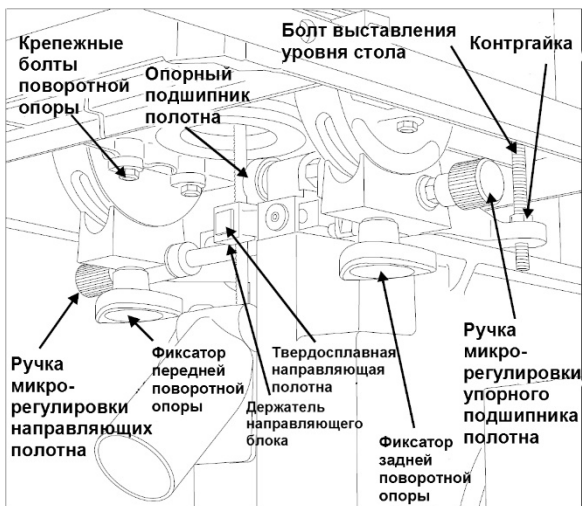

Рисунок 12. Узел нижней направляющей. Вид сзади.
11. Когда все зафиксировано, посмотрите на указатель угловой шкалы. Он должен быть точно на нуле. (Рис. 12). Если нет, ослабьте винт указателя, установите указатель на ноль и затяните винт, крепко удерживая указатель в положении ноль.
3. Если расстояние от обоих концов пазы не идентично, ослабьте шесть болтов, прикрепляющих стол к угловым опорам. (см. Рис. 12 и 13)
17. При помощи ручки микрорегулировки, подвиньте узел нижних направляющих (См. рис. 12) вперед, пока опорный подшипник не коснется к задней кромке полотна пилы.